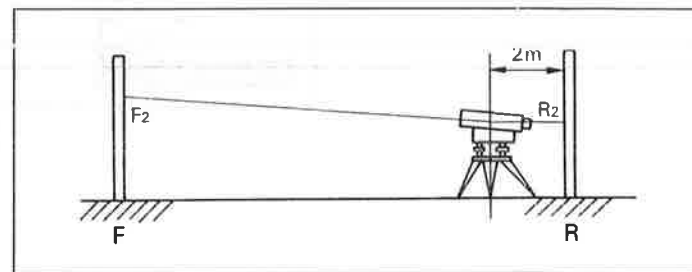

図 10
- 3 本機を移動し、一方の標尺から約 2m の距離に整置し直し、前後の標尺の視準する点をそれぞれ読み取ります。この読みを F_2 および R_2 とします。(図 10)